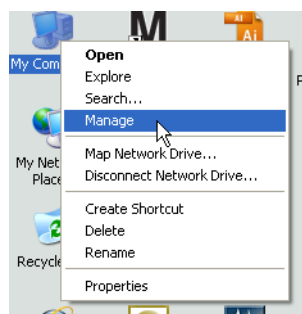

FIG. 53
- a. Cliquez avec le bouton droit de la souris sur l'icône "My Computer" (Poste de travail) sur le bureau ; cliquez ensuite sur "Manage" (Gérer) (FIG. 53).